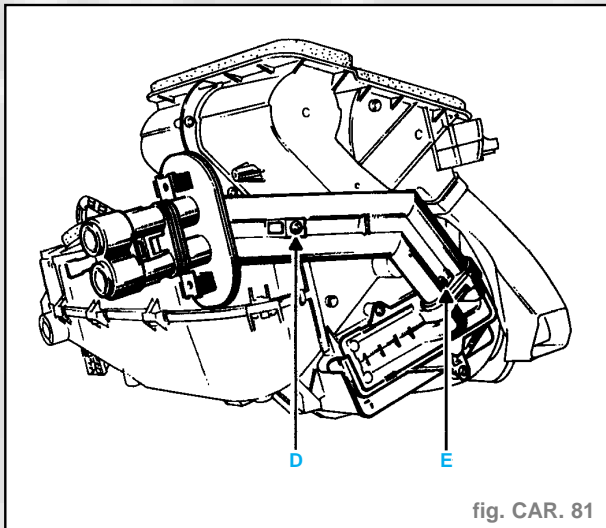

fig. CAR. 81
- la vis de fixation (**D**) du tube de descente d'eau et la vis (**E**) de liaison tube radiateur (fig. CAR. 81).